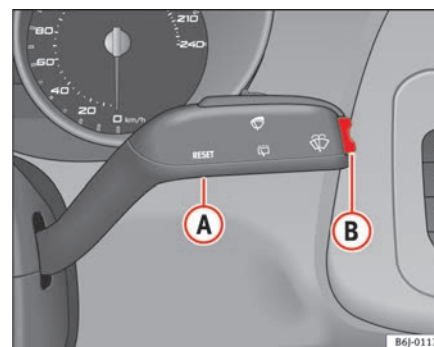

Abb. 32 Scheibenwischerhebel: Taste A und Wippentaste B
- Bei eingeschalteter Zündung drücken Sie kurz die Taste ⇒ Abb. 32 **A** im Scheibenwischerhebel, um zwischen den beiden Speichern zu wechseln.